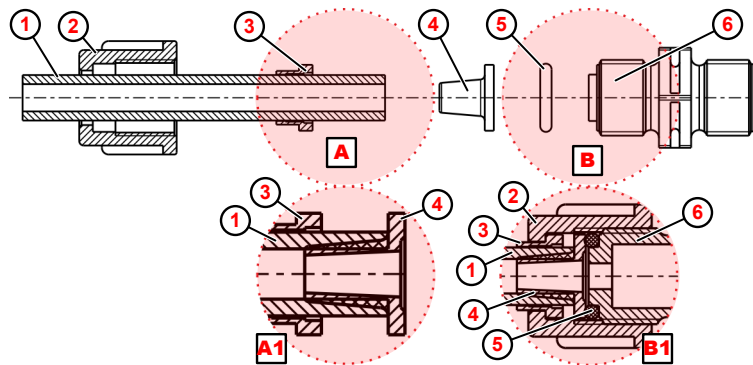

Abb. 7: Rohr- Schlauchanschluss mit Kegelteil
1. ➔ Schlauch (Abb. 7, ①) gerade abschneiden.
2. ➔ Überwurfmutter (②) über Schlauch (①) schieben.
3. ➔ Spannteil (③) über Schlauch (①) schieben.
4. ➔ Schlauch (①) bis zum Anschlagbund auf Kegelteil (④) schieben (Detail A1).
5. ➔ Spannteil (③) Richtung Kegelteil (④) schieben bis Widerstand spürbar ist.
6. ➔ O-Ring (⑤) in Nut von Saug- bzw. Druckventil (⑥) legen.
7. ➔ Überwurfmutter (②) festziehen (Detail B1).